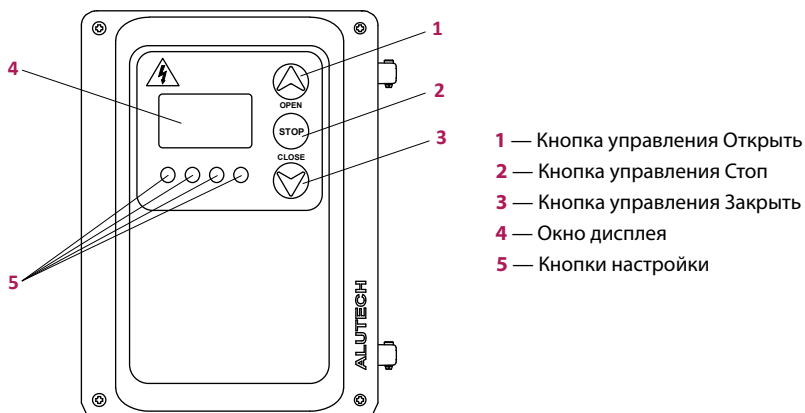

Рисунок 4. Элементы управления
На крышке корпуса блока управления расположены кнопки и окно дисплея (Рисунок 4), которые предназначены для управления воротами и настройки блока.
- Определите электрическую схему, в соответствии с которой будет выполняться подключение всех устройств приводной системы. Подключения устройств описаны в разделе 5. На рисунке 20 на примере типовой схемы (Рисунок 4) представлена электрическая схема для устройств СТОП и оптоэлектронной кромки безопасности, установленных на полотне ворот.